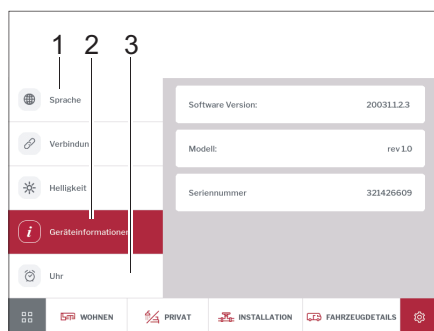

Fig. 271 Idioma, información del dispositivo, hora
- Tocar en la opción *Idioma* (Fig. 271,1) y seleccione el idioma de pantalla deseado.
- Tocar en la opción *Hora* (Fig. 271,3) y ajuste la hora.
- Tocar en la opción *Información del dispositivo* (Fig. 271,2). Aparece información sobre el dispositivo (versión de software, modelo y número de serie).